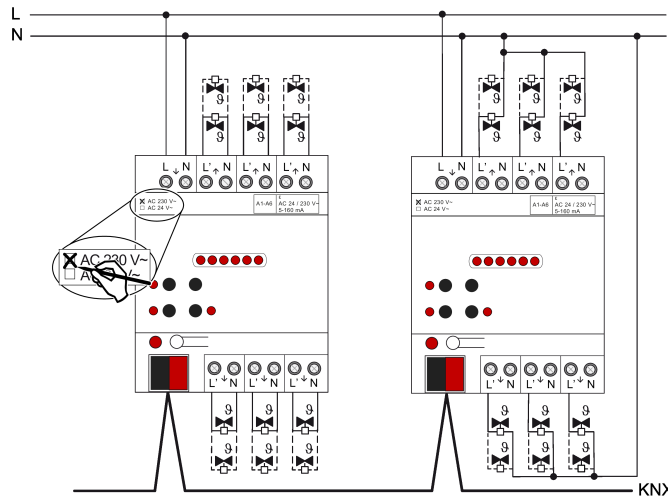

Figure 3: Raccordement de moteurs électrothermiques 230 V AC (exemples de raccordement)
- Raccorder les servomoteurs 230 V AC conformément au schéma de raccordement (voir figure 3). Les conducteurs neutres des servomoteurs peuvent être raccordés soit directement aux bornes neutres des sorties de l'actionneur de chauffage (exemple de raccordement à gauche), soit communément à un potentiel neutre adapté (par ex. borne de conducteur neutre dans le tableau de